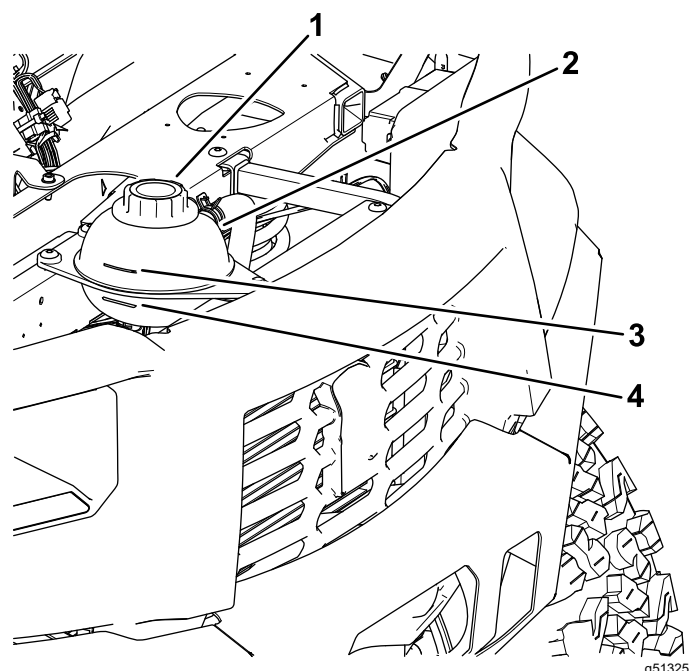

Figure 54
4. Vérifiez le niveau de liquide de refroidissement dans le réservoir (Figure 54).